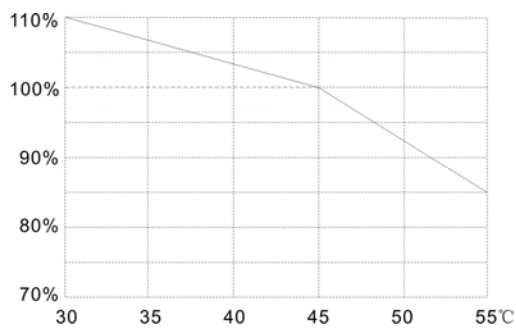
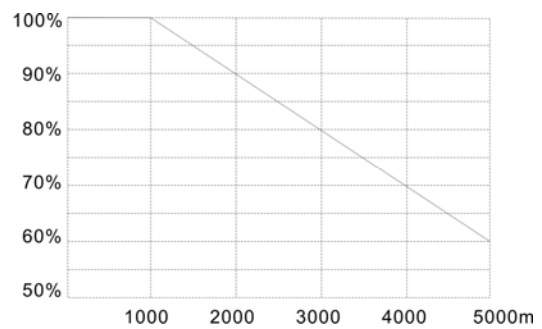

图3-1 额定输出电流与环境温度关系
图3-2 额定输出电流与海拔高度关系
- (1) 不要安装在多导电尘埃、金属粉末、腐蚀性、爆炸性气体的场所，振动小于 0.5G；
- (2) 温度：-10~45°C，由于环境温度变高造成控制器散热效果变差，有必要降额使用，额定电流与环境温度的关系如图3-1所示；
- (3) 湿度：20%~90%RH，无水珠凝结；
- (4) 海拔：在海拔高度超过1000米的地区，由于空气稀薄造成控制器散热效果变差，按 GB/T3859.2-93 标准要求有必要降额使用，额定电流与海拔高度的关系如图3-2所示。